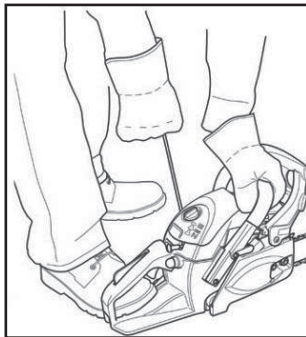

Рис. 9
- Удерживая бензопилу на земле, плавно, затем быстрее вытяните шнур стартера (Рис. 9 ) 2-3 раза до пуска двигателя или характерного «хлопка».